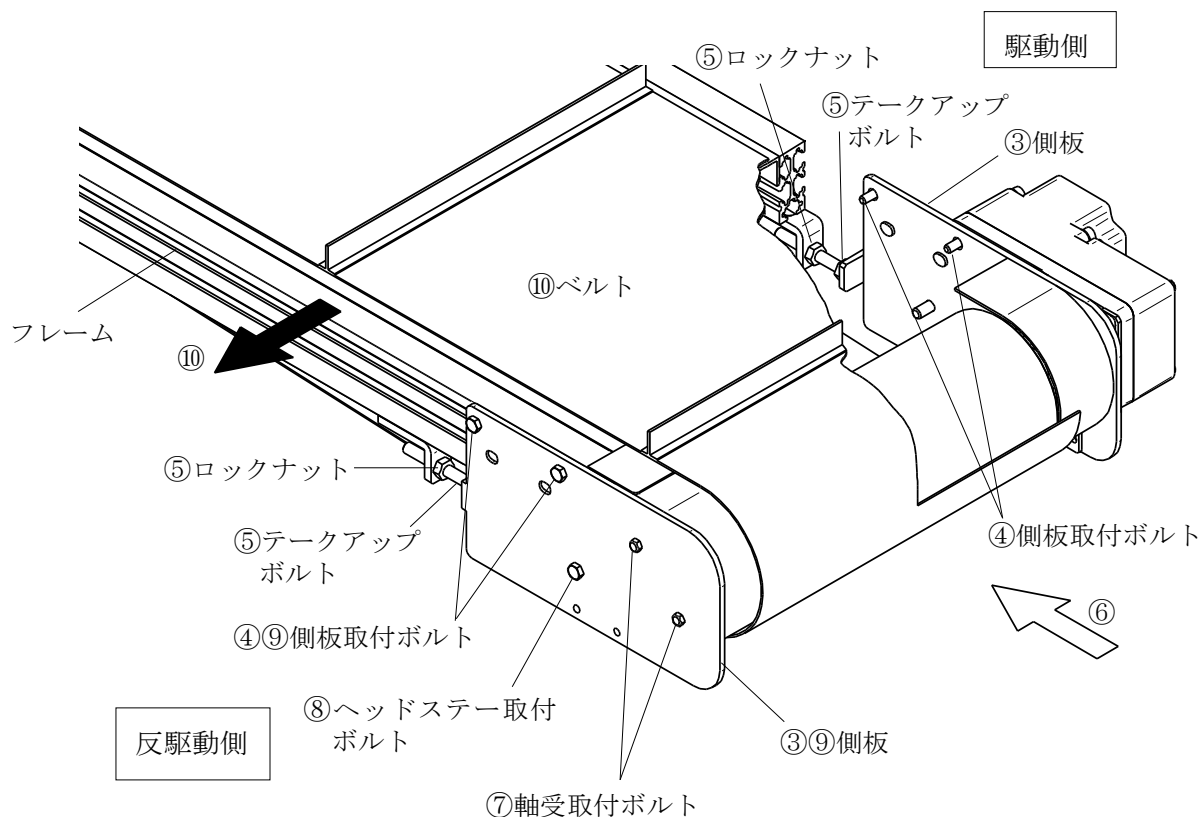

図 17 (本図は原動タイプ HS)
B.ベルト交換の手順（図 17 参照）
- ① 電源を切りプラグを抜き、作業中に電気が入らないことを確認します。
- ② 脚、リターンローラなどは取外してください。
- ③ 側板の位置を予めフレームに記しておき、左右のズレがないようにしてください。
- ④ 両側（駆動側、反駆動側）の側板取付ボルト（4 本）を緩めます。
- ⑤ ロックナットを緩め、テークアップボルトを緩めます。
- ⑥ 両側（駆動側、反駆動側）の側板を矢印の方向へ押してください。
- ⑦ 反駆動側の軸受のセットネジを緩め、取付ボルトを外してください。
- ⑧ 反駆動側のヘッドステー取付ボルトを外します。
- ⑨ 反駆動側の側板取付ボルトを抜き、フレームから側板を外します。